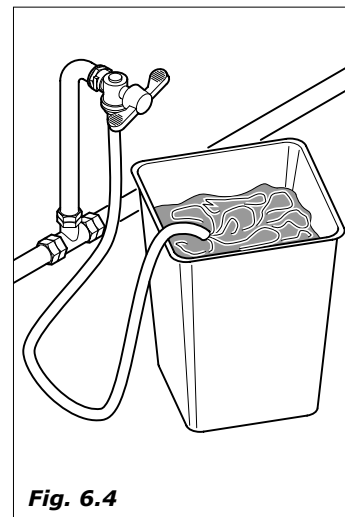

Fig. 6.4
- antes de efetuar a conexão hídrica, deixar sair um pouco de água da torneira para eliminar eventuais residuos de impuridade e de sujeira (Fig.6.4).